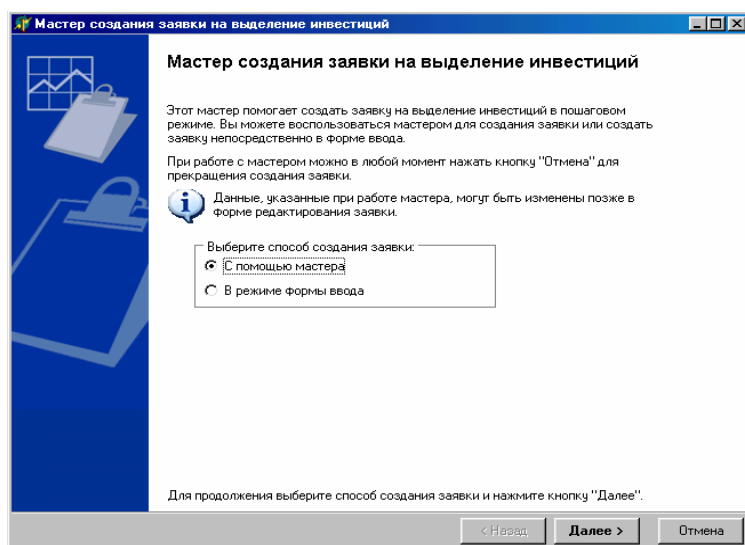

Рисунок 1.2.
2. На экране откроется окно «**Мастер создания заявки на выделение инвестиций**» (рис.1.2), в котором Вас приветствует *Мастер создания* и предлагается выбрать один из способов создания заявки: